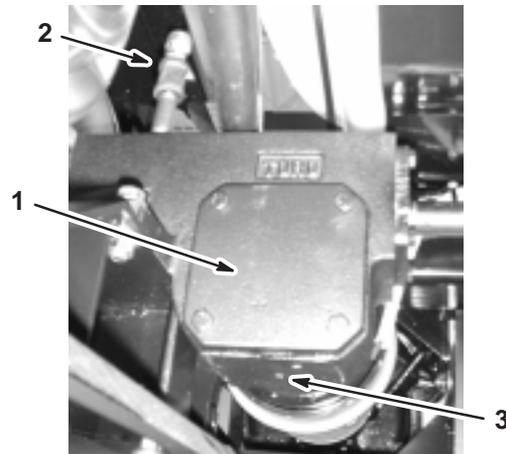

Bild 46
3. Entfernen Sie die Füllschraube und die Ablassschraube (Bild 46) und lassen Sie das Öl in das Auffanggefäß abfließen.